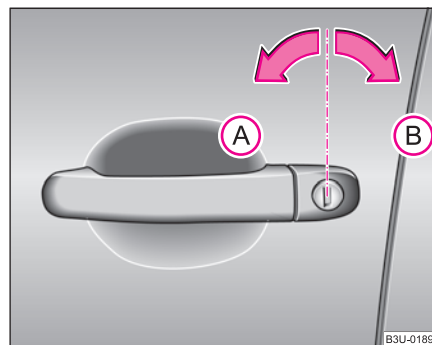

Fig. 23 Giros de llave para abrir y cerrar
- Gire hacia la izquierda la llave en la cerradura de la puerta del conductor a la posición de apertura **A** ⇒ fig. 23.
- Gire hacia la derecha la llave en la cerradura de la puerta del conductor a la posición de cierre (B) ⇒ página 44, fig. 23.